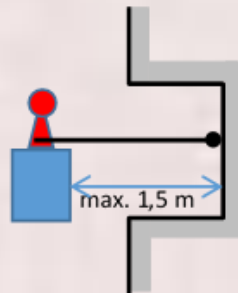

Fig. 2
- o horizontaal recht vooruit: max. 1,5 m (maximaal 200 m² per gebouw) (fig. 2).